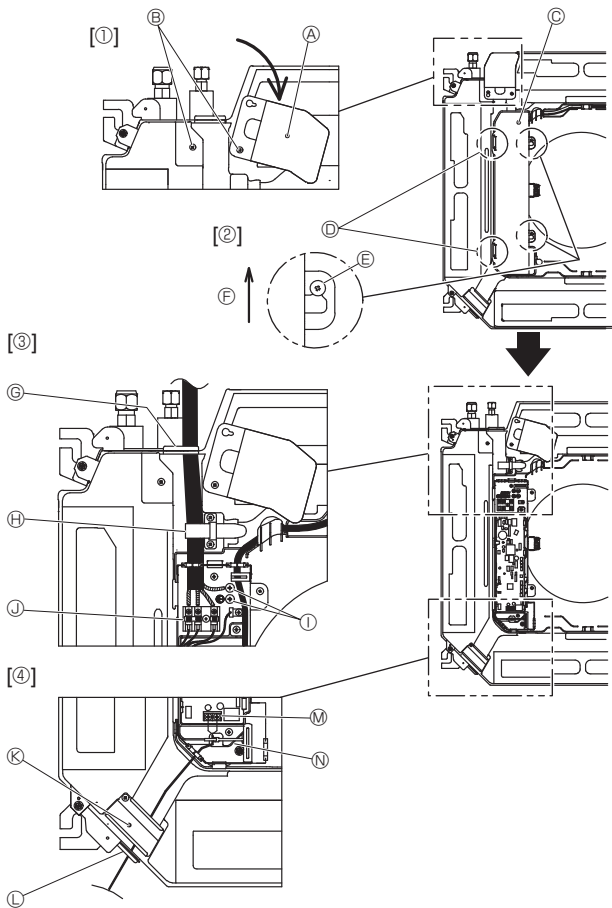
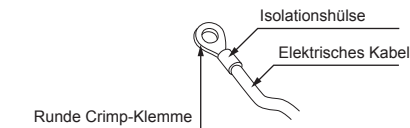
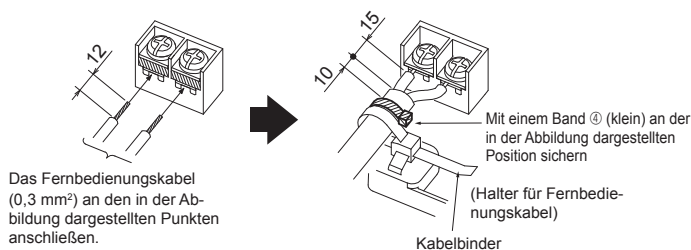

Fig. 6-1
Fig. 6-2
Fig. 6-3
6.1. Innenanlage (Fig. 6-1)
1. Die beiden Befestigungsschrauben der Kabelblende lösen und dann die Kabelblende drehen. [Fig. 6-1 ①]
2. Die beiden Befestigungsschrauben des Elektrokastendeckels lösen und dann den Deckel verschieben. [Fig. 6-1 ②]
3. Führen Sie das Netzkabel, das Verbindungskabel für Innen-/Außengerät und den Schutzleiter durch die Verdrahtungseingänge in der Abbildung. [Fig. 6-1 ③] Bringen Sie den Ummantelungsabschnitt des Netzkabels und des Verbindungskabels für Innen-/Außengerät im Elektrokasten unter. Verwenden Sie runde Crimp-Klemmen für die Innengerät-Außengerät-Verbindungsklemme und den optionalen Bausatz für die Netzanschlussklemmen. [Fig. 6-2] Falls keine runden Crimp-Klemmen verwendet werden können, wie in Fig. 6-3 bis 6-6 gezeigt vorgehen. Zur Verbindung siehe 6.1.1 und 6.1.2.
4. Das Fernbedienungskabel durch die in der Abbildung gezeigten Verdrahtungseingänge führen und anschließen. [Fig. 6-1 ④, Fig. 6-3] Zur Verbindung siehe 6.1.1 und 6.1.2.